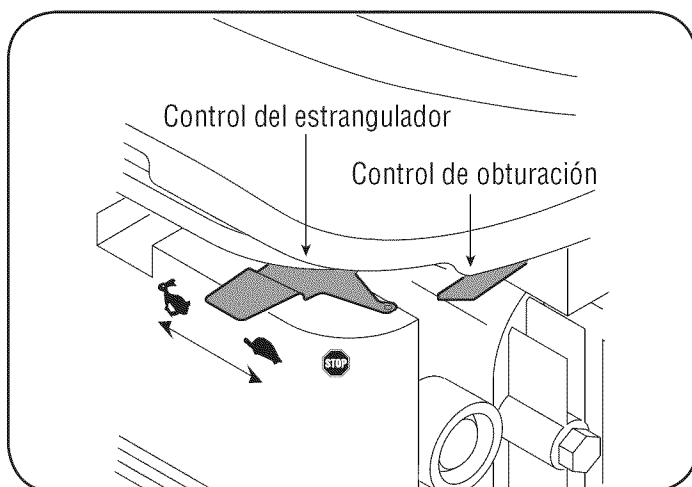

Figura 12
3. Mueva la palanca de control del estrangulador a la posición RÁPIDO (encendido / funcionamiento, representado por una liebre) . Vea la figura 12.
5. Situado detrás de la unidad, tome la manija del arrancador y tire de la cuerda hasta que sienta un tirón. Vea la figura 12.